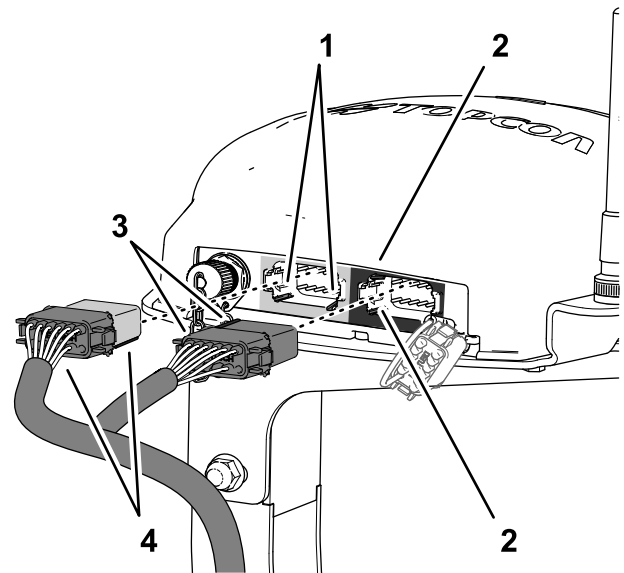

Figura 200
- Alinhe as duas abas no lado comprido do conector de 12 tomadas cinzento e preto da cablagem dos dados com as duas ranhuras para abas na parede horizontal inferior do conector de 12 pinos esquerdo (cinzento) do recetor de navegação (Figura 200).
- Ligue o conector de 12 tomadas cinzento e preto da cablagem dos dados ao conector de 12 pinos esquerdo (cinzento) do recetor de navegação até o conector ficar preso com firmeza (Figura 200).
- Alinhe as duas abas no lado curto do conector de 12 tomadas preto da cablagem dos dados com as duas ranhuras das abas na parede vertical esquerda do conector de 12 pinos direito (preto) do recetor de navegação (Figura 200).
- Ligue o conector de 12 tomadas preto da cablagem dos dados ao conector de 12 pinos esquerdo (preto) do recetor de navegação até o conector ficar preso com firmeza (Figura 200).